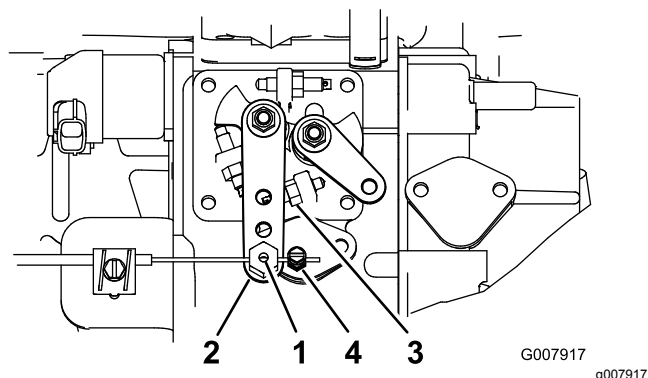

Figura 55
2. Afloje el conector del cable del acelerador, en el cable del acelerador, junto a la palanca de la bomba de inyección (Figura 55).
3. Sujete la palanca de la bomba de inyección contra el tope de ralentí alto (Figura 55).